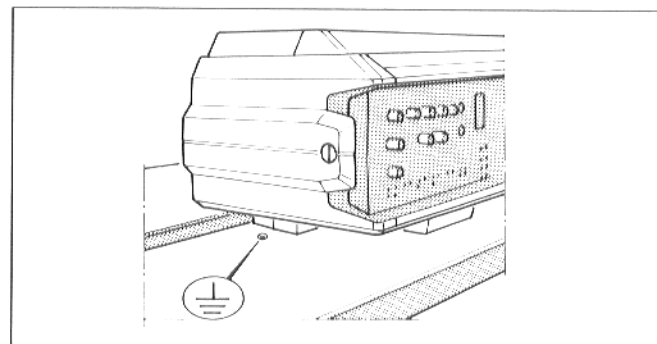

Рис. 45
- Защитный провод (желто-зеленый) должен быть в следующем порядке привинчен в отверстии  $\perp$ : кожух котла, зубчатый диск, защитный провод, винт для листового металла (см. рис. 45).
- Установить шлицы крепежных болтов прозрачного покрытия регулятора в горизонтальное положение (например, при помощи монеты). Вставить прозрачное покрытие с передней стороны и установить шлицы в вертикальное положение (см. рис. 45).